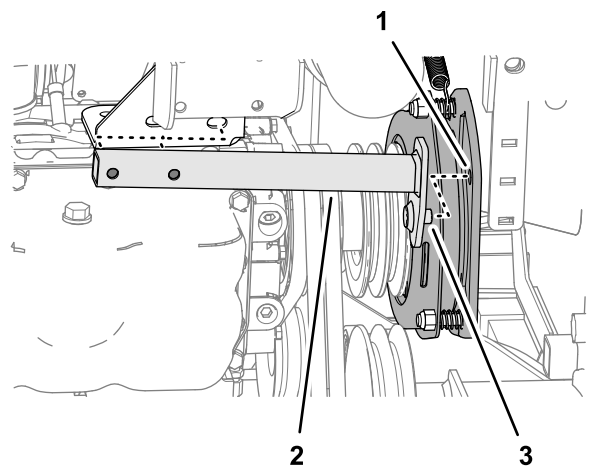

Bild 92
7. Schieben Sie das Drehsperrohr nach hinten und nehmen es von der Maschine ab (Bild 92).
2. Fluchten Sie den Stift des Drehsperrohrs mit dem Loch in der Zapfwellenkupplungsplatte aus, siehe Bild 92 in Entfernen der Zapfwellenriemen \(Seite 71\).